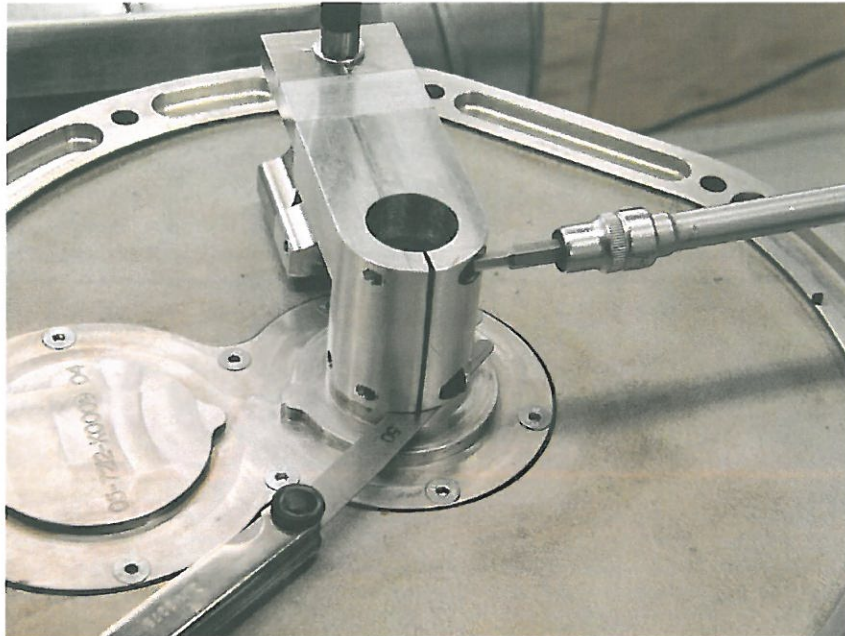

Bild 4 Feststellschrauben am Spezialwerkzeug
◆ Hinweis: Die beiden Innensechskantschrauben müssen lose sein. Siehe Bild 4.
7. Die zwei Innensechskantschrauben am Spezialwerkzeug mit dem vorgeschriebenen Drehmoment anziehen. Siehe Bild 4.